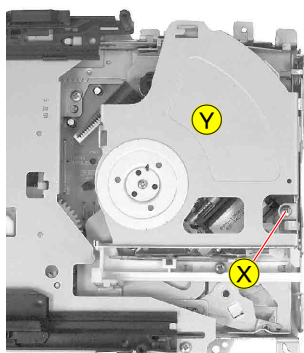

Fig. 14
- Schraube **X** herausdrehen und Abdeckung **Y** abnehmen (Fig. 14).
- Undo screw **X** and remove the cover **Y** (Fig. 14).